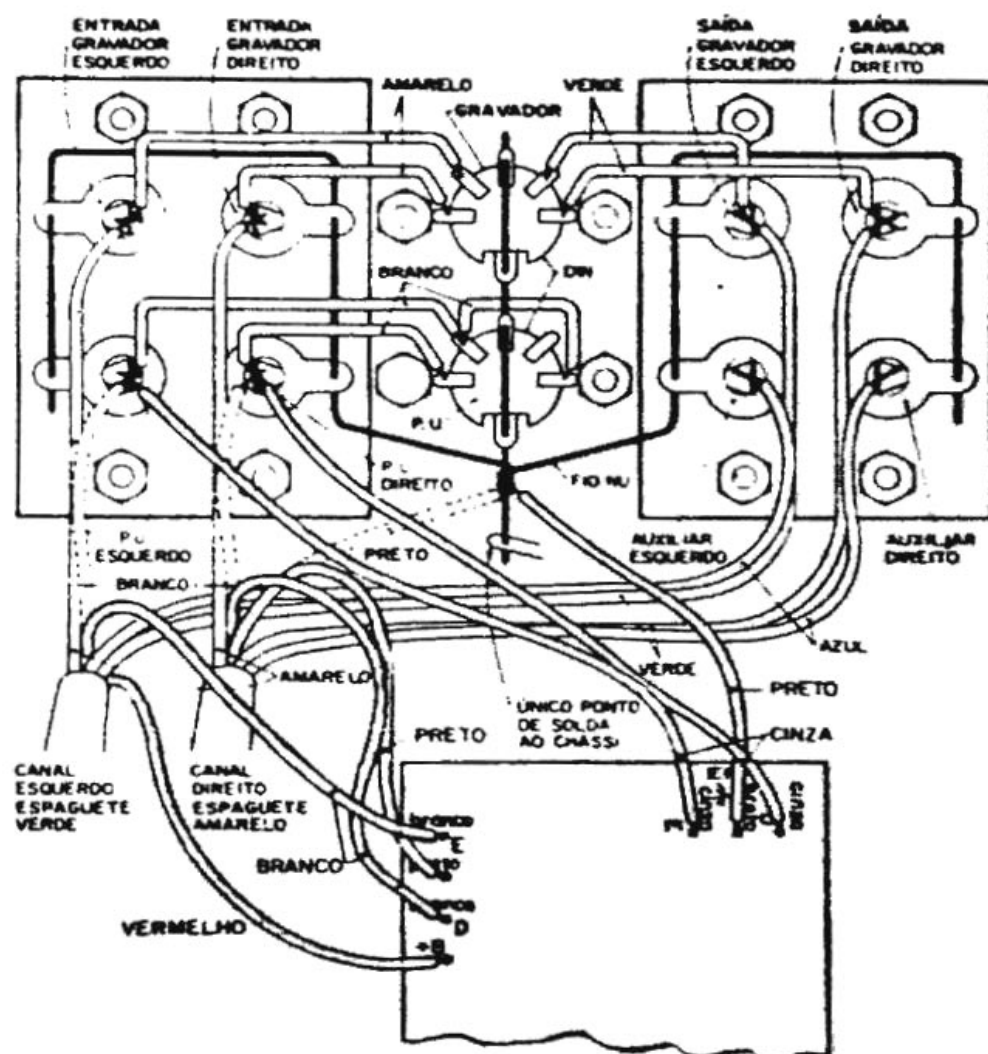

Figura 5 — Interligações a serem feitas entre o M-204 e o M-320.
- 2 — Solde o cabinho branco do chicote verde ao ponto indicado por "branco E"; cabinho preto do chicote amarelo, ao ponto indicado por "preto" e situado à esquerda da placa impressa. Oriente-se pela figura 5.